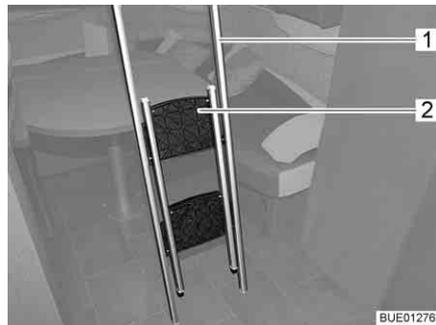
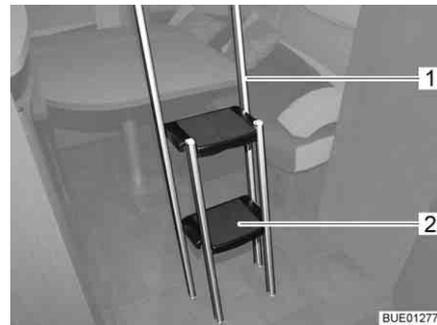

Bild 100 Aufstiegsleiter eingeklappt
Bild 101 Aufstiegsleiter ausgeklappt
■ Den eingeklappten Teil (Bild 100,2) der Aufstiegsleiter (Bild 100,1) am oberen Rand fassen und herausklappen, bis alle vier Füße sicher auf dem Boden stehen (Bild 101).
Verstauen: ■ Trittstufen (Bild 101,2) einklappen.
■ Aufstiegsleiter (Bild 101,1) aus der Griffleiste (Bild 99,3) am Hubbett aushängen.